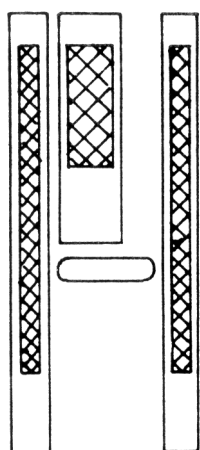

Рис. 10
Положение транспортера в прорезях на игольной пластинке должно быть одинаковым как слева, так и справа (рис. 10).
- Слегка ослабить винты 32 (рис. 10а).
Рис. 10а
Рис. 10б